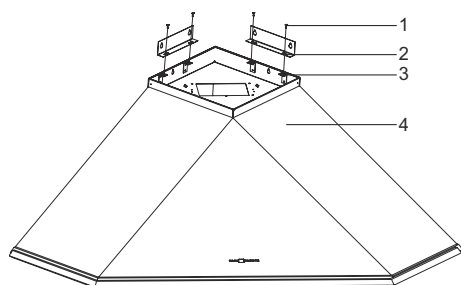

Fig. 13
2. ■ Installare le piastre di sospensione fornite nella confezione di installazione del prodotto sulla parte di installazione della piastra di sospensione situata sul corpo del prodotto utilizzando la vite di collegamento della piastra di sospensione (Fig. 13).